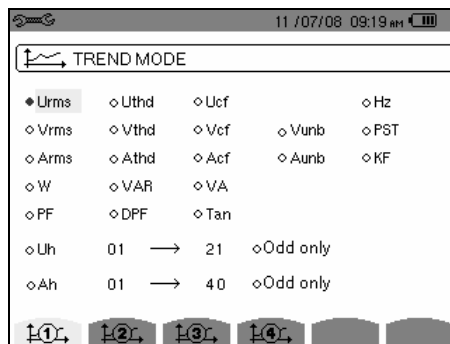

图 16: 本例中，只有 Urms 值在配置 1 中
3. 按对应 图标的黄色按键（图 16 中 1 所示），再按 键确认后完成删除。
2. 按对应 图标的黄色按键（图 16 中 1 所示），再按 键确认后完成删除。